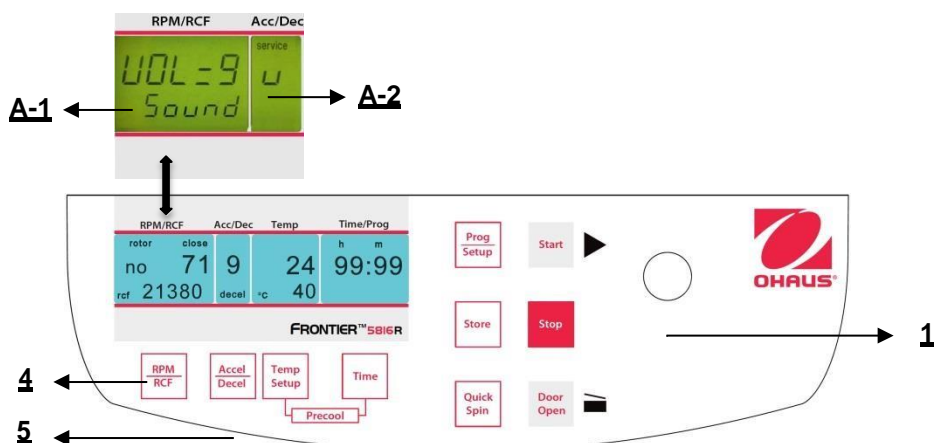

Figura 36
Procedere come descritto al punto 4.1. per inserire questa modalità programma e poi premere il tasto "**Accel/Decel**" (5). Sul display "Acc/Dec" (A-2) lampeggia la parola "Service". Selezionare adesso la lettera "**U**" con la manopola di regolazione (1). Di conseguenza, sul display "**RPM | RCF**" (A-1), appaiono le parole "**Vol=0-9/Sound**". Dopo aver premuto il tasto "**RPM | RCF**" (4), è possibile regolare il volume desiderato fra 0 (basso) e 9 (alto) con la manopola di regolazione (1) (Vedere figura 36).